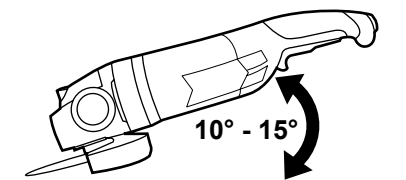

Fig. 18
- > Inclíne el producto a un ángulo de entre 10° y 15° para un manejo más fácil y un amolado más regular (Fig. 18).